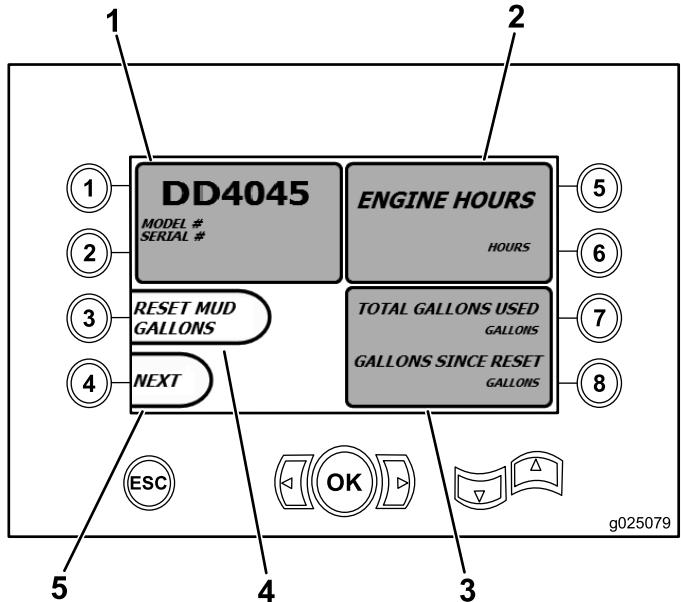

Figura 14
- El modelo y número de serie de la máquina (Figura 14).
- El número de horas de uso del motor (Figura 14).
- El total de galones de fluido de perforación usados, y el total reiniciable de galones de fluido de perforación usados (Figura 14).
**Nota:** Pulse el botón 3 para reiniciar el contador de galones de fluido de perforación usados desde el último reinicio (Figura 14).